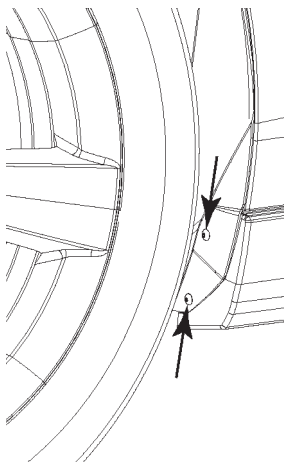

FIGURE 28A
14. Insérer les 4 vis de l'étape 3 aux emplacements de trou de passage de roue avant et arrière. Serrer à un couple de 1,35 N.m (12 po-lb). Se reporter aux figures 28a et 28b.